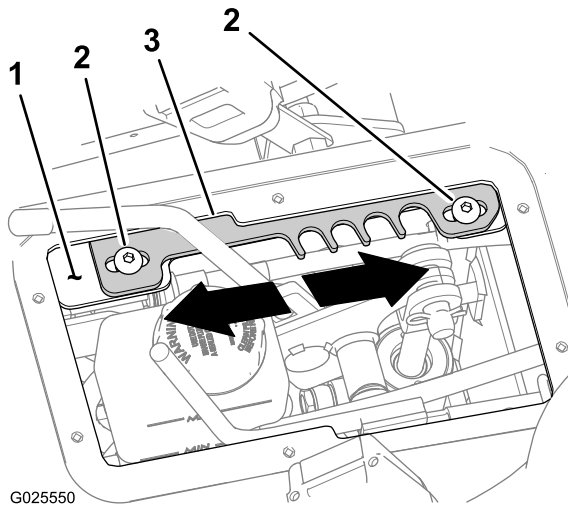

Figura 72
4. Mueva la palanca de intervalos de velocidad a la posición **T** (transporte) (Figura 72).
5. Afloje los 2 tornillos allen (5/16" x 3/4") que sujetan la placa de retención al soporte de la palanca (Figura 72).
- Mueva la placa de retención **hacia adelante** para aumentar el límite máximo de la velocidad de avance (Figura 72).
- Mueva la placa de retención **hacia atrás** para reducir el límite máximo de la velocidad de avance (Figura 72).